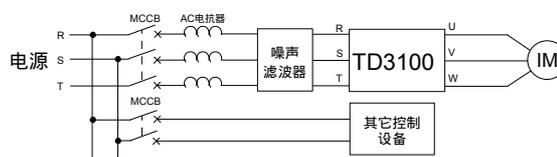

图3-10 电源侧输入滤波器安装图
- 为降低变频器对电源产生的传导干扰，可以在电源侧安装噪声滤波器。接线如图3-10所示：